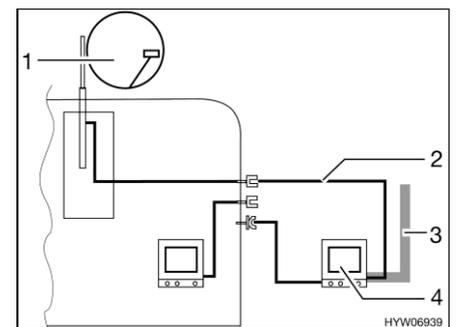

Bild 124 TV im Vorzelt
- TV im Vorzelt (Bild 124,4): Anschluss an Dachantenne (Bild 124,1) mit Verbindungskabel (Bild 124,2)
- TV im Vorzelt (Bild 124,4): Anschluss an externe Antenne (Bild 124,3)